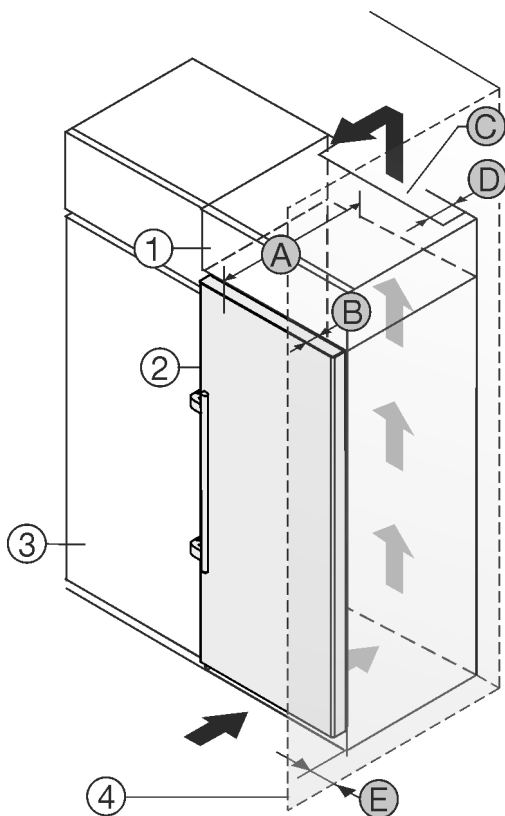

Fig. 2
- (1) Nástavná skříňka *
(2) Přístroj *
(3) Kuchyňská skříň *
(4) Stěna *
(5) Hloubka přístroje *
(6) Hloubka dveří *
(7) Ventilační průřez *
(8) Vzdálenost zadní strany přístroje *
(9) Vzdálenost k zadní straně přístroje *
Můžete přístroj nainstalovat přímo vedle kuchyňské skříňky Fig. 2 (3).*
Na zadní straně nástavné skříňky musí být větrací šachta hluboká Fig. 2 (D) přes celou šířku nástavné skříňky.*
Pod stropem místnosti musí být dodržen ventilační průřez Fig. 2 (C).*
Když přístroj instalujete závěsy vedle stěny Fig. 2 (4), musí být vzdálenost mezi přístrojem a stěnou minimálně 57 mm . To odpovídá přesahu madla při otevřených dveřích.*
Aby bylo možné dvířka plně otevřít, musí přístroj přesahovat o hloubku dveří Fig. 2 (B) vůči přední linii kuchyňské skříňky. V závislosti na hloubce kuchyňských skříněk Fig. 2 (3) a použití vymezočů odstupů od stěny může přístroj vyčnívat dále.*